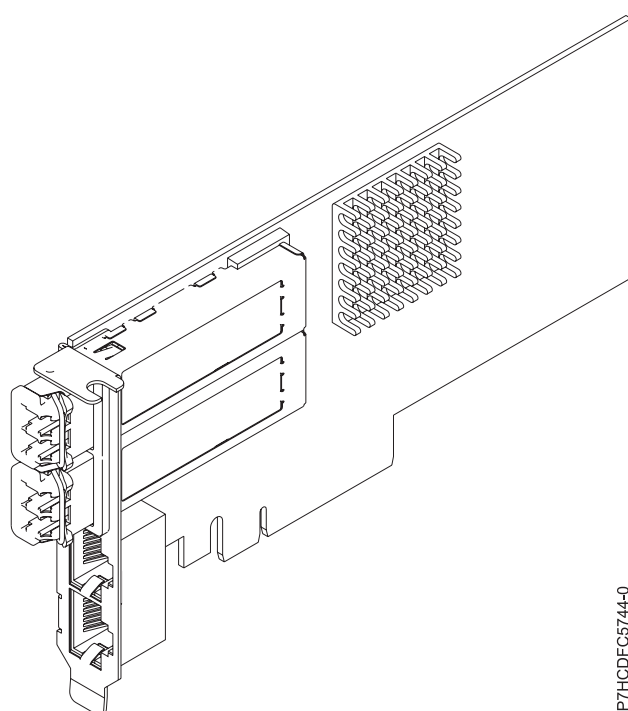

Figure 30. carte PCIe2 LP 2x10GbE SR 2x1GbE UTP
Le dispositif carte PCIe2 LP 2x10GbE SR 2x1GbE UTP est une carte PCI Express de génération 2 quatre ports Ethernet à connexion unifiée avec une interface de bus hôte PCI Express 2.0. Cette carte est optimisée pour l'informatique en nuage, la virtualisation, le stockage et les autres applications de centre de données. Cette carte comporte deux ports Ethernet 10 gigabits et deux ports Ethernet 1 gigabit. Les deux ports émetteurs-récepteurs SR (single root) SFP+ (small form-factor pluggable) 10 gigabits sont utilisés pour la connexion avec les autres serveurs ou commutateurs du réseau. Chaque port SFP+ (SR) fournit une connectivité Ethernet avec un débit nominal de 10 Gbps (gigabits par seconde) et utilise des câbles twinax SFP+ en cuivre pouvant atteindre une longueur maximale de 5 mètres. Chaque port RJ45 fournit une connectivité Ethernet avec un débit de 1 Gbps. Les fonctions d'agrégation de liaisons et de reprise en ligne de la carte sont idéales pour les applications réseau critiques qui nécessitent redondance et haute disponibilité. La figure 30 présente la carte FC 5745.